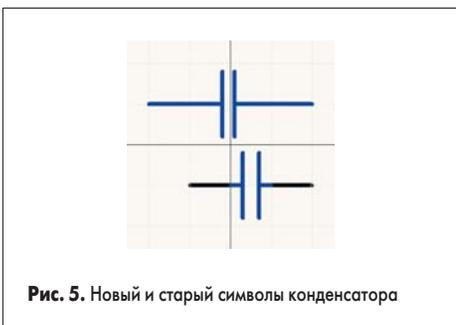

Рис. 5. Новый и старый символы конденсатора
- Войдем в режим рисования, настроим параметры линии и рядом со старым символом нарисуем новый (рис. 5).